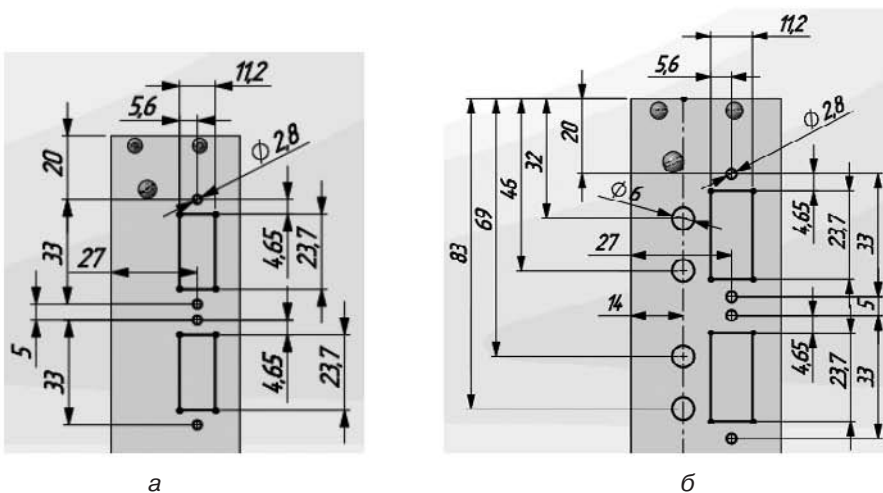

Рис. 6.79. Этапы подготовки к размещению в сборке новых компонентов
19. Создайте эскиз на лицевой грани ПП для установочных отверстий переключателя (рис. 6.79, а). Вырежьте эти отверстия в ПП.
21. Откройте для редактирования эскиз (см. рис. 6.79, а), созданный ранее на лицевой грани ПП. Дополните эскиз разметкой для установки на ПП последующих компонентов (рис. 6.79, б). Закройте эскиз.